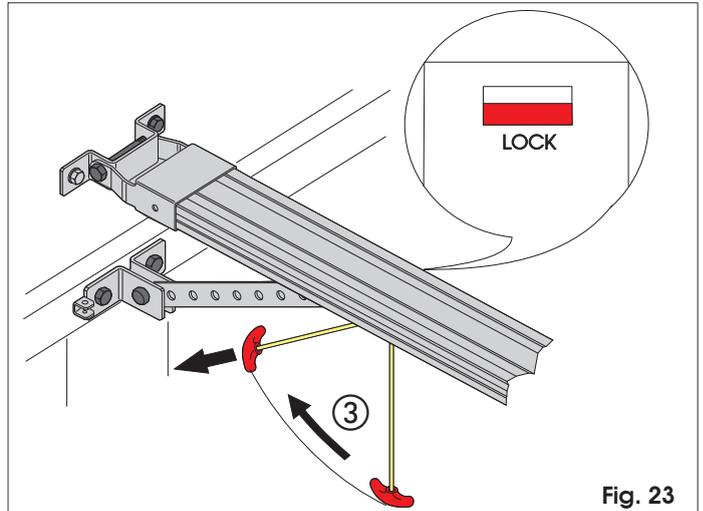

Fig. 23
- 4) Den Freigabeknauf waagrecht in Richtung des Tors ziehen (Abb. 23). Sicherstellen, dass das Fenster LOCK unterhalb des Schlittens rot ist, wenn der Freigabeknauf losgelassen wird. Das Tor so weit mit der Hand bewegen, bis der Kupplungspunkt des Schlittens erneut erreicht ist.